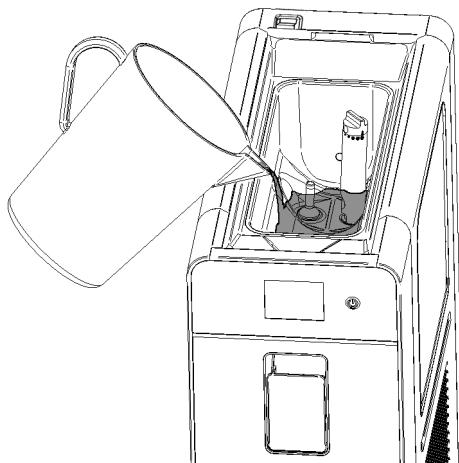

figura 4
- 2** Versare il preparato nella vasca superiore ed attendere il riempimento del cilindro. Questa situazione sarà verificata quando non usciranno più bolle d'aria dai fori presenti nel tubo di miscelazione. (vedere figura 4)